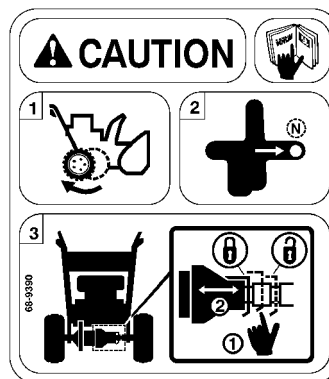

Figure 24
1. Placez les roues en position arrière (Fig. 24).
2. Placez la commande de changement de vitesse en position *N* (*point mort*) (Fig. 24).
3. Appuyez légèrement sur les languettes de déblocage du ressort pour le dégager de la gorge de l'arbre. Glissez l'accouplement à la position voulue (Fig. 24).